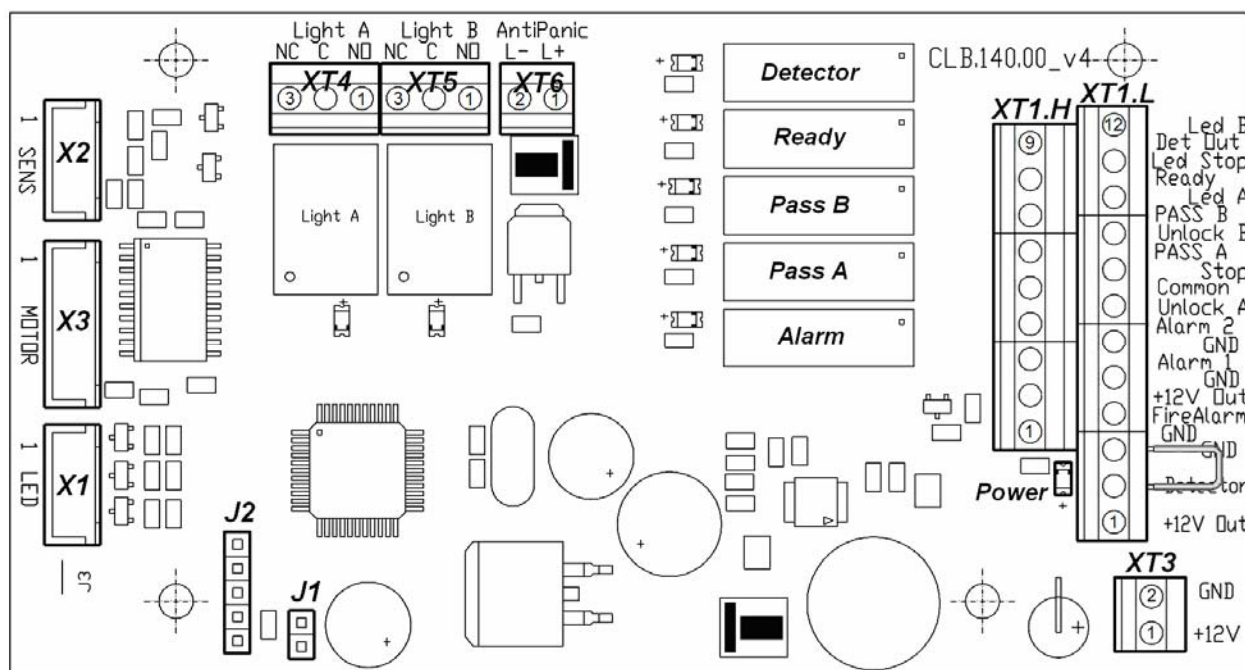

Рисунок 4. Внешний вид платы управления
Общий вид платы управления показан на рис. 4. На плате расположены:
Подключение указанных устройств производится в соответствии со схемой электрических соединений (см. рис. 4 и 12) к выносной клеммной колодке **XS1**, на которую выведены контакты с клеммных колодок **XT1.L** и **XT1.H** платы управления. Подключение осуществляется с помощью кабеля (14).
Факт срабатывания/отпускания реле *PASS A*, *PASS B*, *Ready*, *Detector* и *Alarm* можно определить по загоранию/ гашению красных индикаторов, которые установлены вблизи указанных реле (см. рис. 4).